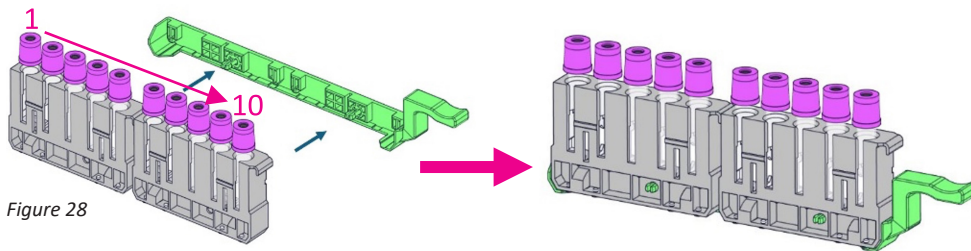

Figure 28
**Pour les porte-échantillons hématologiques Beckman Coulter :** les porte-échantillons doivent être placés dans leur support avant d'être chargés sur l'iSED PRO. **N'essayez pas de charger un porte-échantillons Beckman Coulter sur l'iSED PRO s'il n'est pas associé à un support pour porte-échantillons.** Deux porte-échantillons hématologiques Beckman Coulter peuvent être placés dans un seul support pour porte-échantillons. Voir figure 28 pour le positionnement des porte-échantillons dans leur support. Le support pour porte-échantillons peut être chargé sur l'iSED PRO et contenir 1 ou 2 porte-échantillons Beckman Coulter. Si le support pour porte-échantillons ne contient qu'un seul porte-échantillons, celui-ci doit être placé en position avant (positions 1 à 5 du support, plus éloignées de la poignée).